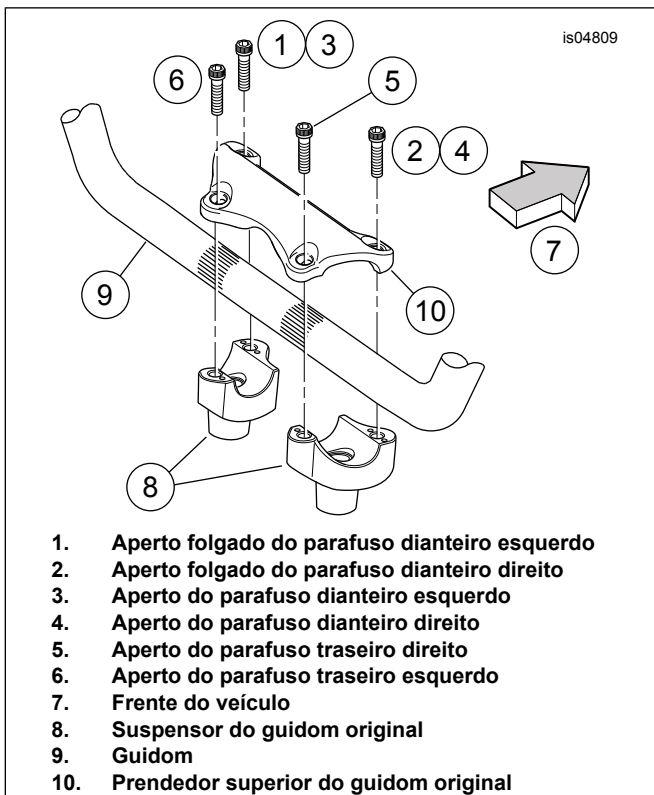

Figura 3. Sequência de aperto dos parafusos do prendedor do guidom
3. Veja Figura 3. Aperte, mas não totalmente, apenas os dois parafusos dianteiros do prendedor superior na seguinte sequência:
- a. Primeiro, aperte o parafuso dianteiro esquerdo (1).
- b. Depois, aperte o parafuso dianteiro direito (2).
11. Veja Figura 3. Aperte os parafusos do prendedor superior do guidom como segue:
- a. Aperte o parafuso dianteiro do lado esquerdo (1) até o lado esquerdo do prendedor do guidom entrar em contato com a parte dianteira do lado esquerdo do suspensor do guidom.
- b. Aperte o parafuso dianteiro do lado direito (2) até o prendedor do lado direito do guidom entrar em contato com a parte dianteira do lado direito do suspensor do guidom.
- c. Aperte o parafuso dianteiro do lado esquerdo (3) com torque de 21,7–27,1 N·m (16–20 ft-lbs).
- d. Aperte o parafuso dianteiro do lado direito (4) com torque de 21,7–27,1 N·m (16–20 ft-lbs).
- e. Aperte o parafuso traseiro do lado direito (5) com torque de 21,7–27,1 N·m (16–20 ft-lbs).
- f. Aperte o parafuso traseiro do lado esquerdo (6) com torque de 21,7–27,1 N·m (16–20 ft-lbs).